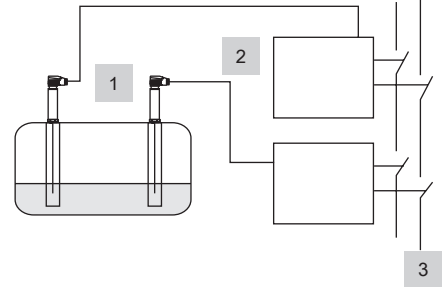

图10.
- 图10. 由2个液位探头LP40和2个液位开关LCS3050组成的组合设备作为液位限制器。